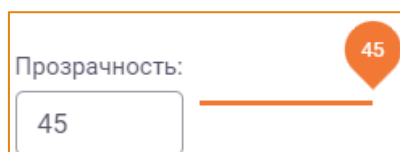

Рис. 281 – Поле «Прозрачность»
- **Прозрачность** - настройка прозрачности элемента выполняется как с помощью установки ползунка на шкале, так и с помощью ручного ввода значения в диапазоне от 0 до 100 (Рис. 281):